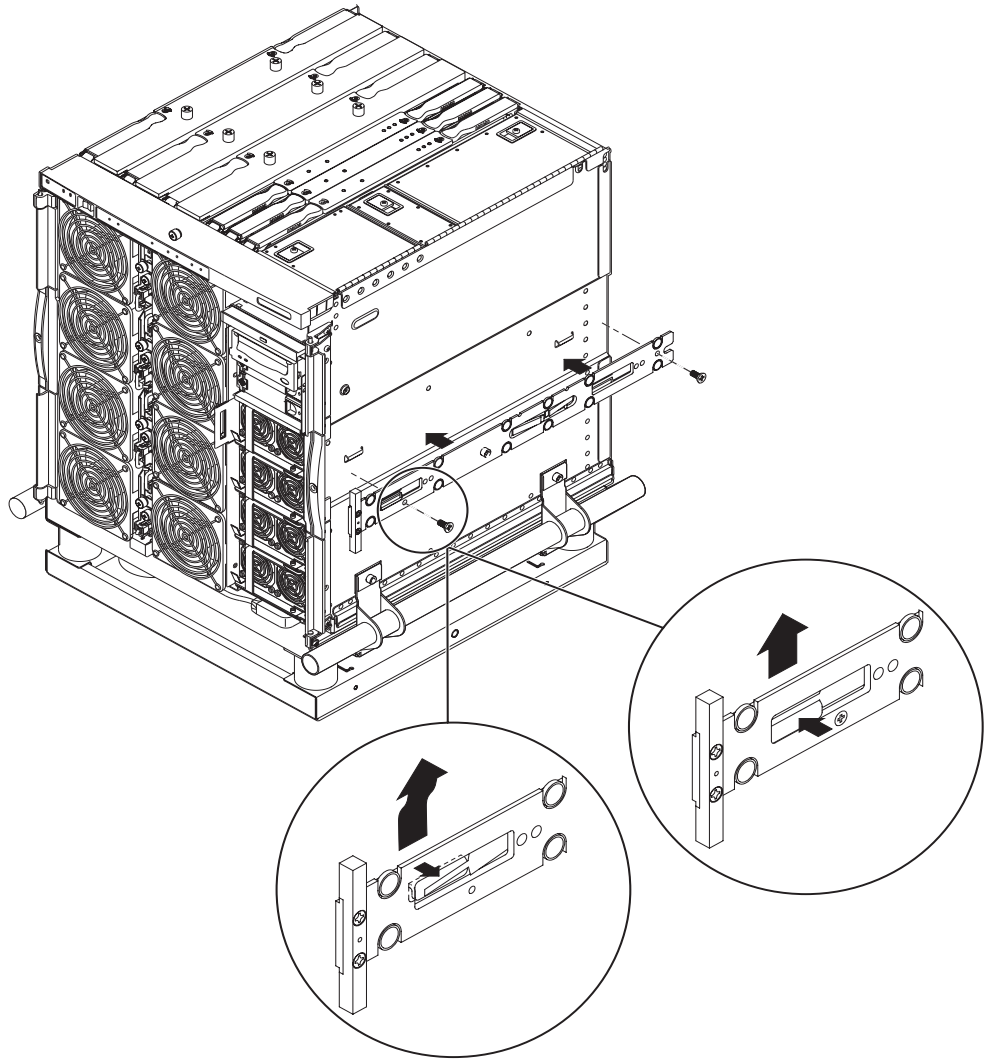

FIGURA 1-2 Pestañas de resorte y muescas
2. Empuje el riel interno hacia arriba hasta que la lengüeta de sujeción situada en el lateral del sistema quede enganchada en las muescas del riel (FIGURA 1-2).